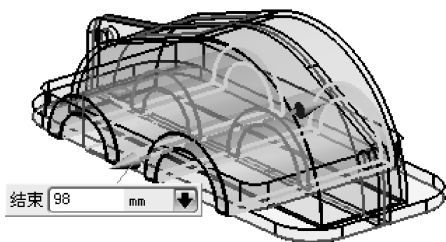

图 4-80 创建圆环拉伸特征
- 07 使用【拉伸】工具，选择如图 4-80 所示的截面，以默认拉伸方向创建出对称值为 98 的圆环实体特征。